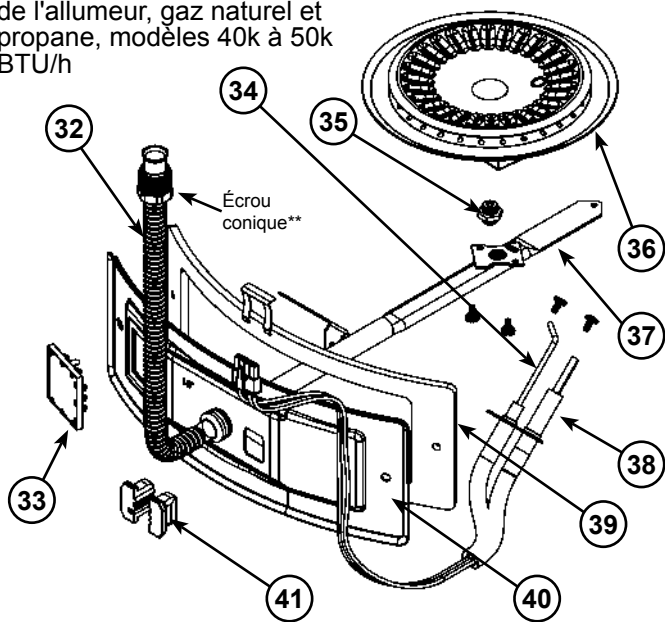

Figure 46
14. Assemblage de la porte du collecteur (non illustré, Figures 46 et 47)
32. Tube flexible du collecteur (Figures 46 et 47)
33. Regard d'inspection (Figures 46 et 47)
34. Détecteur de flammes (Figures 46 et 47)
35. Orifice du gaz (Figures 46 et 47)
36. Brûleur en tôle (Figures 46 et 47)
37. Collecteur de gaz (Figures 46 et 47)
38. Allumeur à élément chauffant (Figures 46 et 47)
39. Joint d'étanchéité, porte du collecteur (Figures 46 et 47)
40. Porte du collecteur (Figures 46 et 47)
41. Bloc passe-fils et étrier (Figures 46 et 47)